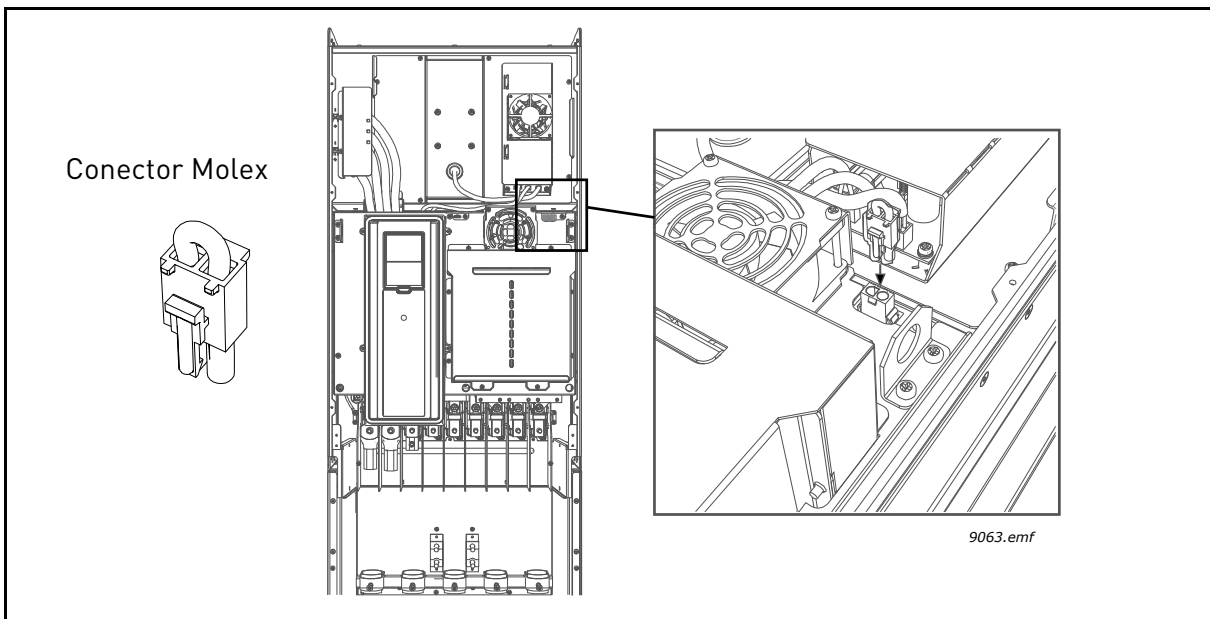

Figura 63.
**1** Localize o conector *Molex* na bolsa de acessórios. Remova a tampa principal do inversor de CA e localize o ponto do conector ao lado da ventoinha. Empurre o conector Molex para o seu lugar. Consulte Figura 63.